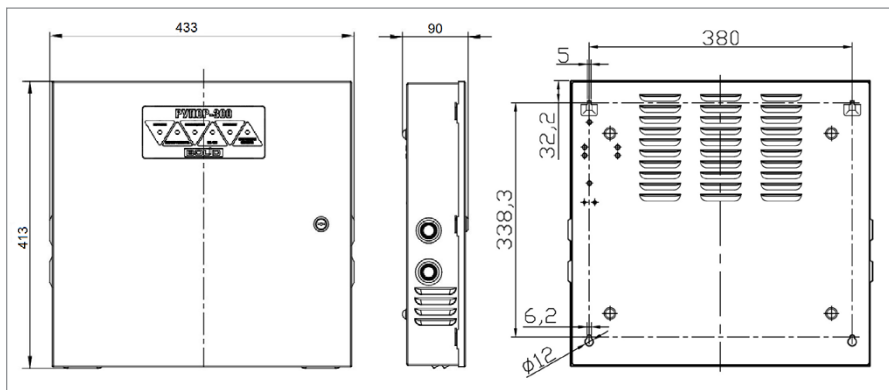

Рисунок 32. Внешний вид, габаритные и установочные блока Рупор-300
2. При необходимости установите амортизаторы RBS-41-BK из комплекта поставки в соответствии с разметкой на Рисунок 32.
4. Наметьте на стене места для четырех установочных отверстий в соответствии с габаритным чертежом (см. Рисунок 32). Просверлите отверстия.